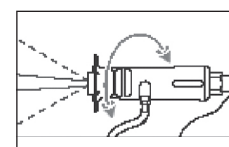

Figure 6
4. Tournez le couvercle de l'embout pour ajuster le motif de pulvérisation de jet à large éventail (figure 6).